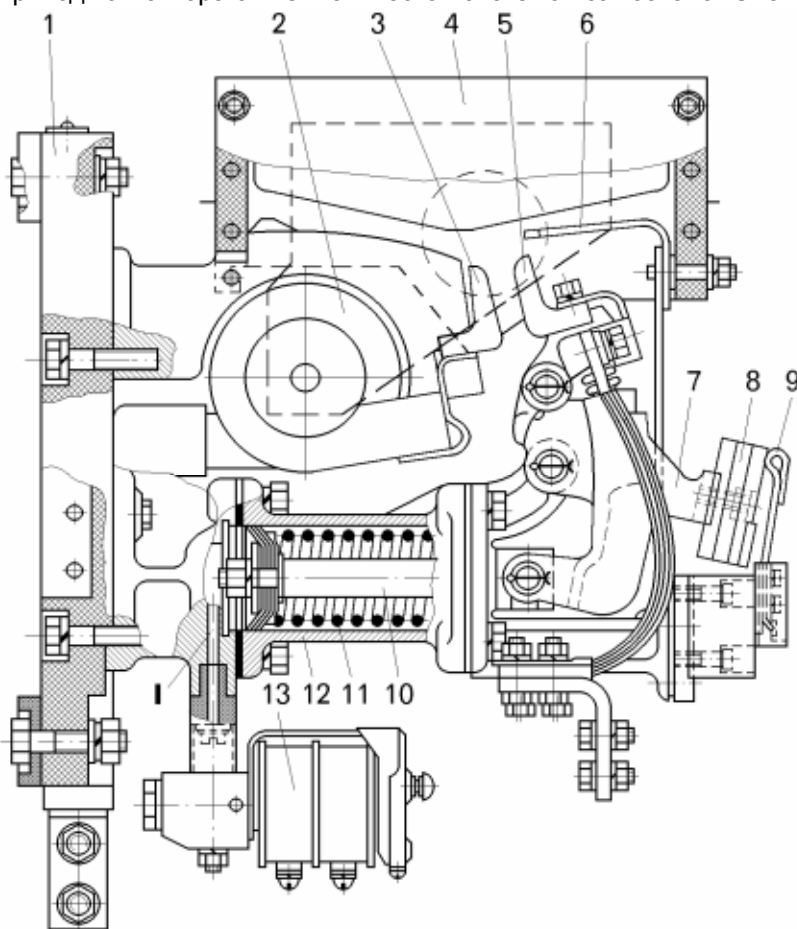

Рисунок 6.2 – Электропневматический контактор типа ПК-753Б9:
**Электропневматический контактор типа ПК-753Б9** подключает силовую цепь электродвигателей к тяговому генератору. Контактор состоит из неподвижного контакта 3 (рисунок 6.2) с дугогасительной катушкой 2 и дугогасительной камерой 4, подвижного контакта 5, блокировочных контактов 8 и пневматического привода, управляемого электропневматическим вентилям 13. Все узлы смонтированы на изоляционной панели 1. Техническая характеристика контактора приведена в таблице 6.1.